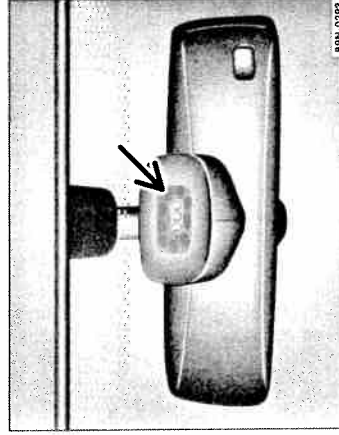

Fig. 51 Suprafața sensibilă a senzorului de ploaie.
- Lamelele ștergătoarelor deteriorate - o peliculă de apă depusă pe suprafața sensibilă ⇒ pagina 72, fig. 51" a senzorului de ploaie determină declanșarea ștergerii.
- Insectele - apariția insectelor pe suprafața sensibilă ⇒ pagina 72, fig. 51" a senzorului de ploaie determină declanșarea ștergerii.
- Murdăria - praful uscat, ceapa, depunerile de pe parbriz (efectul de lotus), resturile de stație de spălare pe suprafața sensibilă ⇒ pagina 72, fig. 51", pot determina o insensibilitate a senzorului de ploaie, la reacționarea prea târzie sau prea înceată a acestuia.
- Fisură în parbriz - o lovitură de piatră pe suprafața sensibilă ⇒ pagina 72, fig. 51" declanșează un ciclu de spălare, dacă senzorul de ploaie este activat. Apoi, senzorul de ploaie reduce diminuează suprafeței sensibile și se mărește în funcție de aceasta. În funcție de mărimea loviturii de piatră, comportamentul senzorului se modifică.
⇒ pagina 72, fig. 51" (săgeata). Dacă lumina ajunge nestingherită înapoi la fotodiodă, parbrizul este uscat. O peliculă de apă sau picăturile de pe parbriz întrerup lumina transmisă, iar fotodioda măsoară o pierdere de lumină, ceea ce acționează sistemul electronic al ștergătoarelor. Deoarece aceste măsurări se produc permanent, sistemul electronic poate acționa în mod optim intervalele de ștergere.